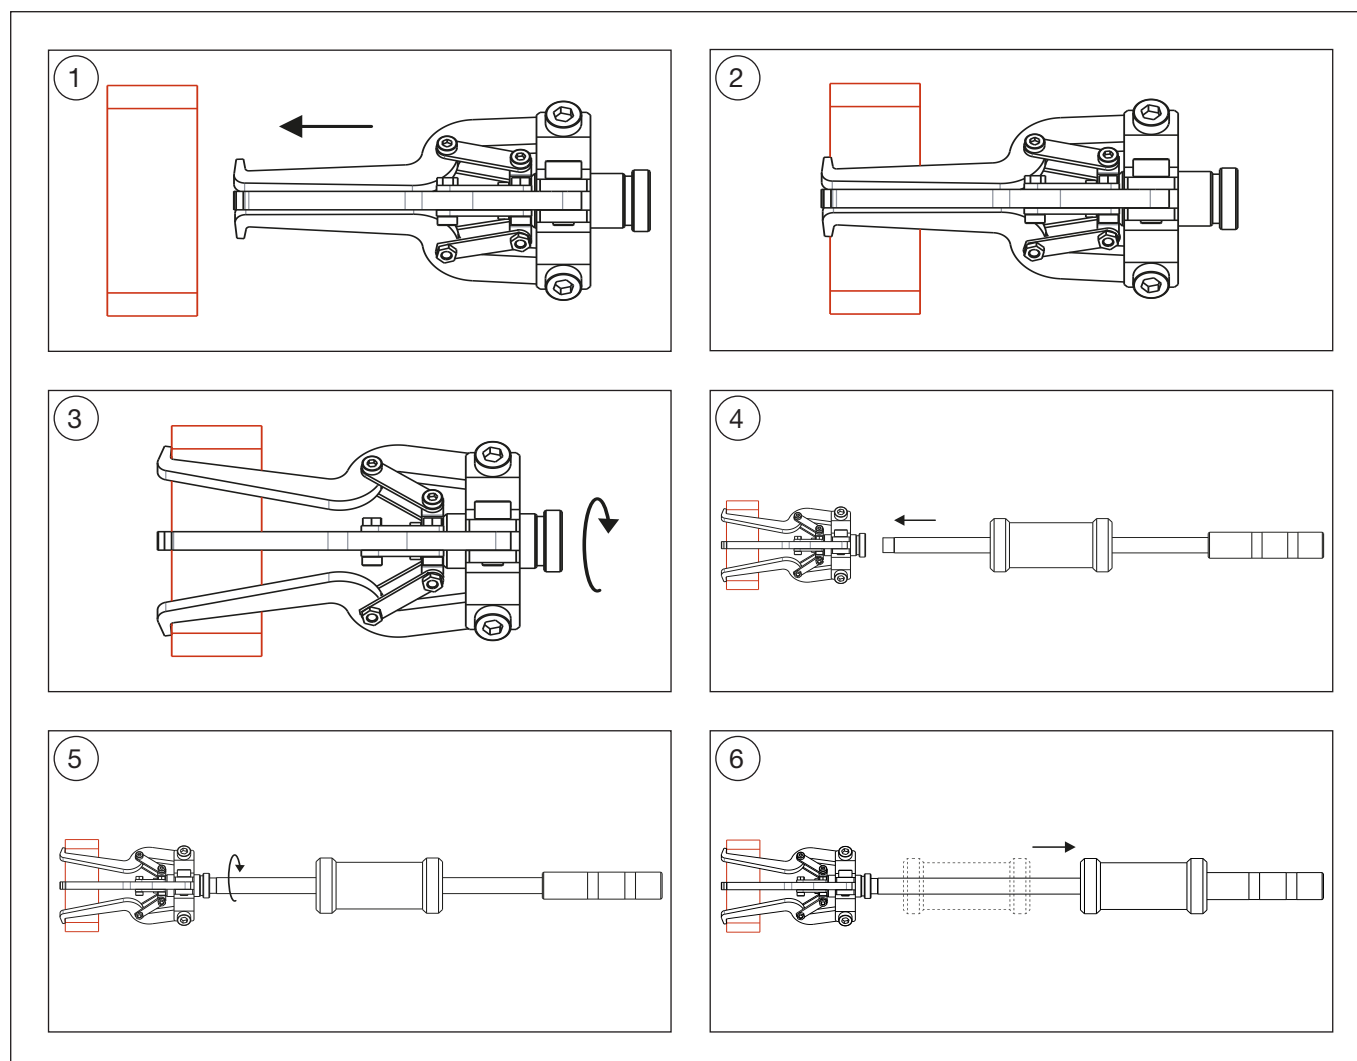

Figura 5: Fasi operative dell'estrattore. Estrazione di un pezzo interno.
1. Posizionare l'estrattore dentro il particolare da rimuovere. Fare riferimento alla Figura 5, immagini da 1 a 6, per le fasi successive.
4. Seguire i passaggi 4, 5 e 6 della *Procedura per le parti interne* anche con la configurazione esterna. Fare riferimento alla Figura 5.